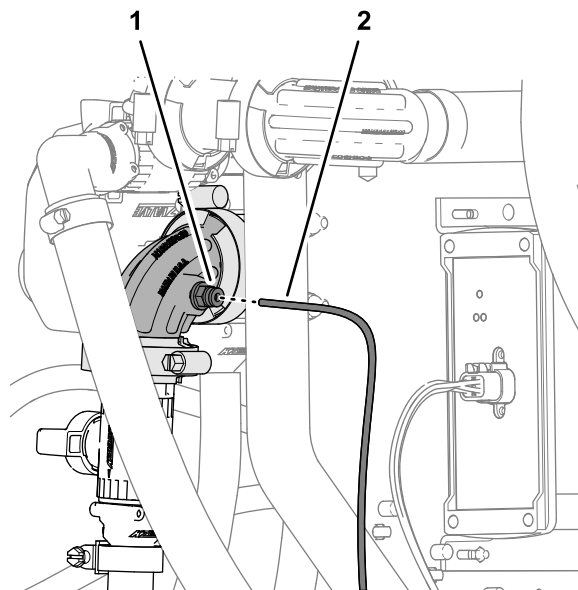

图 137
- 将仪表板内压力计压力传感管塑料的末端与手喷枪杆或电动软管卷套件切断阀的 90° 接头内管子连接器的锁环对齐图 137。
- 将传感管插入锁环直至管子完全入位图 137。